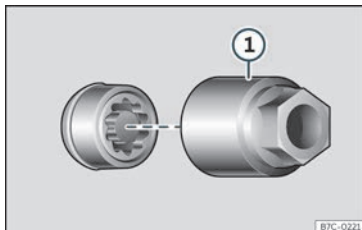

Fig. 36 Parafuso antirroubo com capa de proteção e adaptador.
- Encaixe o adaptador especial»» **Fig. 36 ①** (ferramenta de bordo»» **Página 45**) no parafuso antirroubo da roda até ao limite.